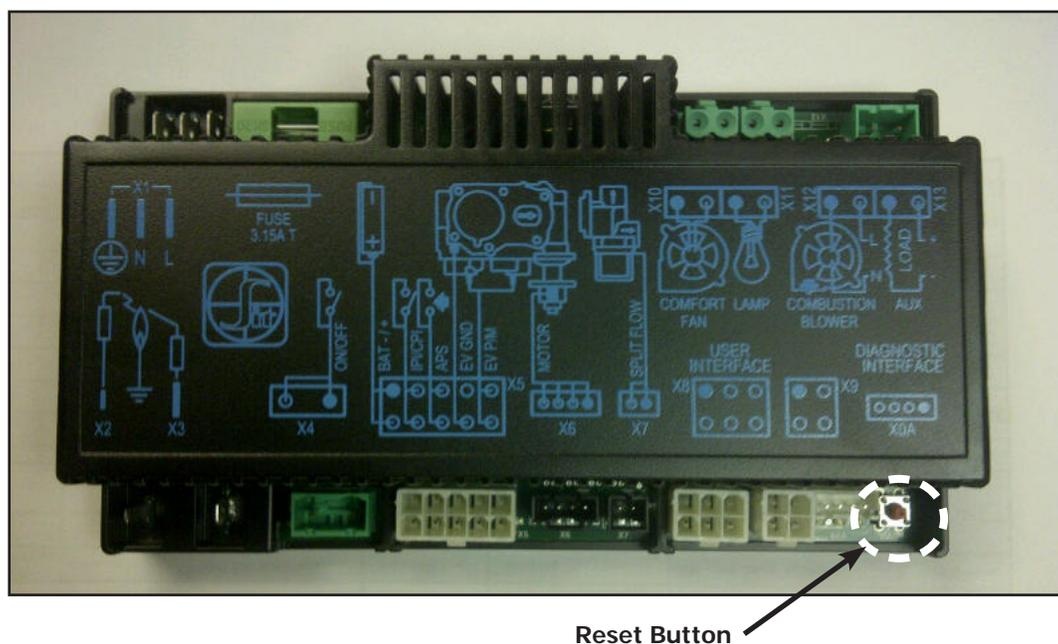

Figure 7. Bouton de réinitialisation (IFC)
L'IFC Proflame 2 (Figure 7) connecte directement à la vanne de gaz, le moteur pas à pas, et le ventilateur de convection par moyen d'un faisceau de câbles. L'IFC est alimenté par 120 VAC, mais peut aussi fonctionner avec un système de secours de quatre (4) piles type AA pendant de courtes périodes. L'IFC accepte des commandes par fréquence radiophonique de l'émetteur pour faire fonctionner l'appareil en accordance avec la configuration Proflame 2 particulière. L'IFC a un bouton de réinitialisation rouge situé à droite et à l'avant de l'appareil qui est utilisé pour synchroniser avec l'émetteur lors du premier fonctionnement, ou après que les piles aient été remplacés.
Insérez les quatre (4) piles AA dans le compartiment de piles de l'IFC. Notez la polarité de la pile et l'insérez dans le compartiment comme indiqué sur les supports du compartiment. Poussez le bouton de réinitialisation sur l'IFC marqué « SW1 » (voir la Figure 7).